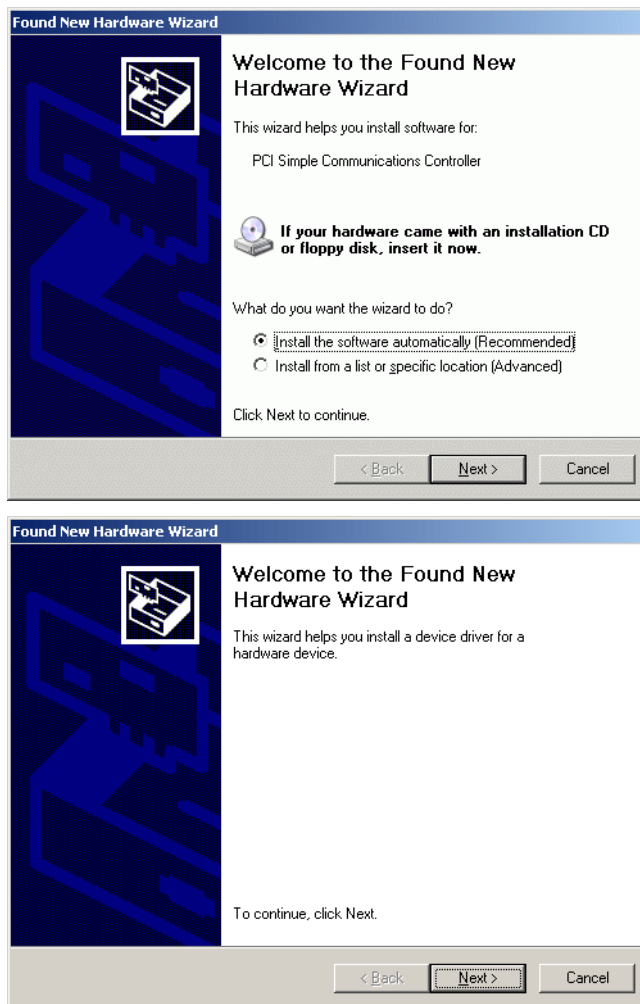

Figura 24 Finestra Found New Hardware Wizard
- 1 Dopo il riavvio, la finestra Hardware Wizard (vedere la Figura 24) viene nuovamente aperta. Fare clic su **Next** e selezionare come risposta a ‘**What do you want the wizard to do?**’ l’opzione ‘**Display a list of known drivers for this device so that I can choose a specific driver**’ (vedere la Figura 30) e premere **Next**.